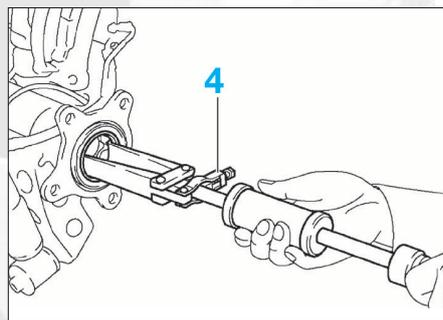

FIG. 9
- Déposer l'ensemble d'arbre de roue arrière-flasque de frein (3).
- À l'aide de l'outil approprié (4) (SST 09308-00010), déposer la bague d'étanchéité d'arbre de roue arrière (fig. 9).